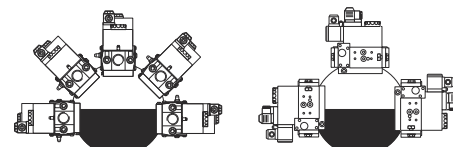

Рис. 10
- 3 Установить Мультиблок между резьбовыми фланцами (Fig. 10)